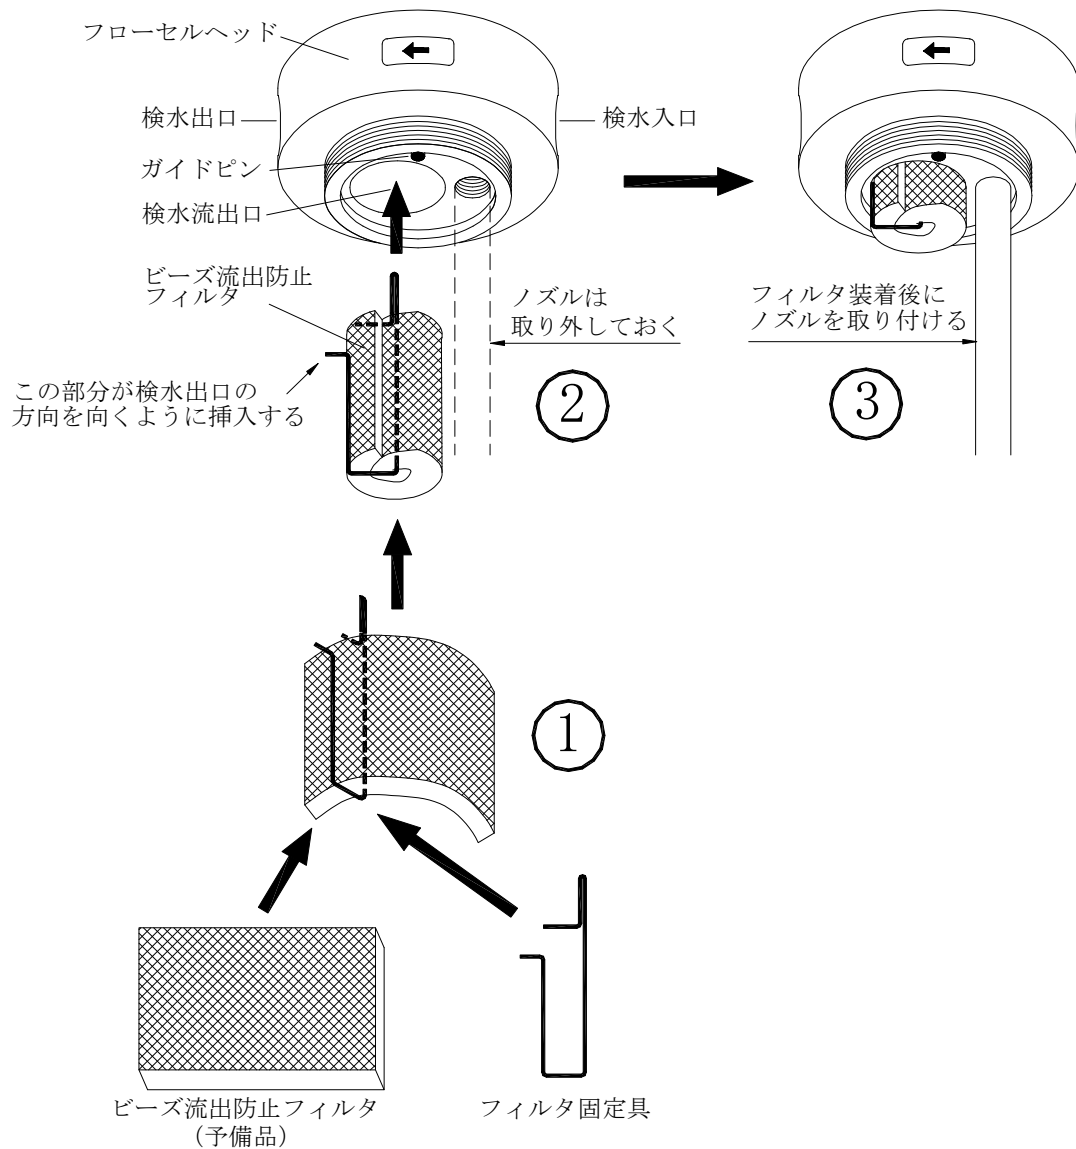

図21. ビーズ流出防止フィルタ（緑色スポンジタイプ）の装着
1) 装着方法（図21参照）
- ① フィルタ固定具のループにビーズ流出防止フィルタの端を通して、長いワイヤ側に巻き付けます。このとき、フィルタの巻き終わり部分がループの内側に来るように巻きます。
- ② ノズルを外した状態で、フィルタ固定具の短いワイヤの端が検水出口の方向を向くように、検水流出口に止まるところまで挿入します。